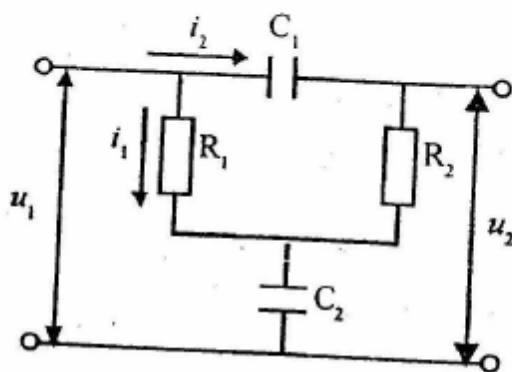

图2 RC网络
- 二、(20分) 已知RC网络如图2所示,其中 u_1 和 u_2 分别为RC网络的输入量和输出量, (假设网络系统的初始状态均为零)。